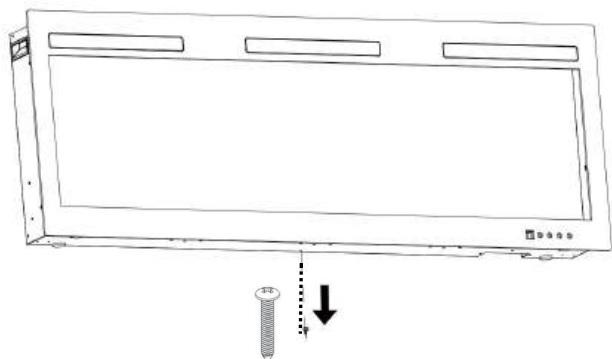

Fig 4-1
A.Retire el tornillo plateado situado en la parte inferior del aparato. (**Fig 4-1**). Ponga el tornillo a un lado.
D. Conecte los cables verdes de tierra (G), los cables blancos estándar (N) y luego los cables termoelectrónicos negros (L) (VER FIG. C).
E. Fije la tapa en su lugar con tres tornillos, tal y como se muestra en la FIG. 4-1.